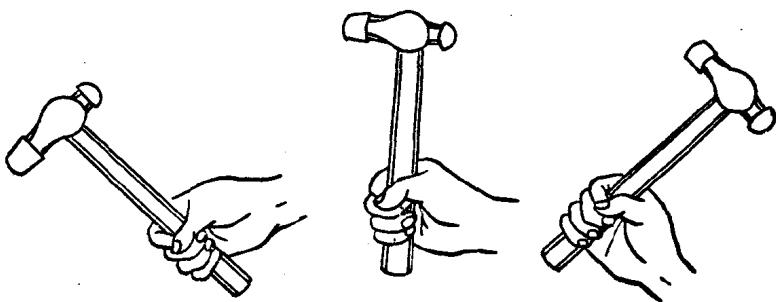

图2.2 手锤握法
(2) 握锤方法 手锤用右手握住，采用五个手指满握的方法。大拇指轻轻压在食指上，虎口对准锤头方向，不要歪在一侧，木柄尾露出约15~30毫米(图2.2)。